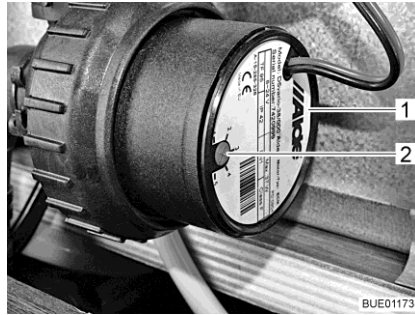

Fig. 212 Reducción de la velocidad
La velocidad de la bomba de circulación se puede ajustar con el regulador giratorio (Fig. 212,2). Con una velocidad reducida disminuyen los ruidos de rodadura de la bomba.
El regulador giratorio se encuentra en la bomba de circulación (Fig. 212,1).
- Girar el regulador giratorio (Fig. 212,2) en sentido contrario a las agujas del reloj. Se reduce la potencia.